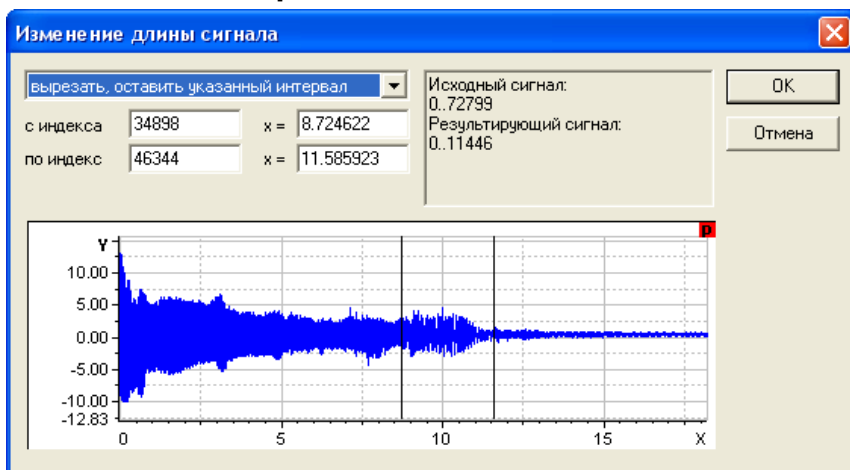

Рис. 7.7. Изменение длины сигнала
- В диалоговом окне *Изменение длины сигнала* (Рис. 7.7) выделите курсорами участок сигнала (при открытии окна курсоры установлены в начале и конце сигнала) или введите точные значения в соответствующие поля.